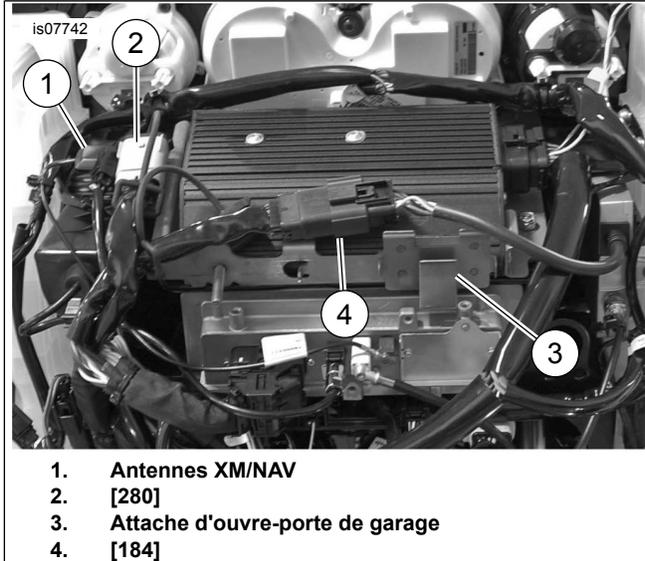

Figure 7. Repositionnement du connecteur
- Voir Figure 7 . Insérer les ancrages des connecteurs [184] et [280] dans le support d'amplificateur et, le cas échéant, positionner les antennes SiriusXM & NAV.
10. Voir Figure 7 . **Modèles équipés de SiriusXM :** repositionner l'antenne SiriusXM avec son support en suivant les instructions de ce kit. Poser le fusible principal et vérifier le fonctionnement de la radio.